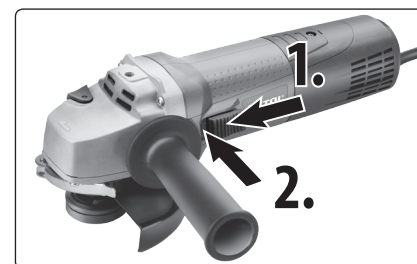

Abb. 14, Einschalten (Schritt 1.): Sicherung des Betriebsschalters in der Stellung „EIN“ (Schritt 2.)
- Die meistens Modelle der kleineren Winkelschleifer haben den Betriebsschalter seitlich oder im oberen Teil des Gehäuses und für die Einschaltung des Schleifers muss der Betriebsschalter mit dem Daumen nach vorne ausgezogen werden, siehe Abb. 14, Schritt 1. Durch Lösen des Betriebsschalters wird der Schleifer ausgeschaltet.
- Bei diesen Schleifermodellen kann der Betriebsschalter in der Stellung „EIN“ für einen längeren Betrieb des Schleifers durch Drücken des vorderen Teiles des Betriebsschalters zum Schleifergehäuse gesichert werden, siehe Abb. 14, Schritt 2. Zur Entriegelung des Betriebsschalters aus der Stellung „EIN“ ihn im unteren Teil drücken und lösen, wodurch der Schleifer ausgeschaltet wird. Vor dem Einschalten des Schleifers die Funktion der Verriegelung und Entriegelung bei abgeschalteter Stromversorgung überprüfen, um den Schleifer sofort im Notfall auszuschalten.